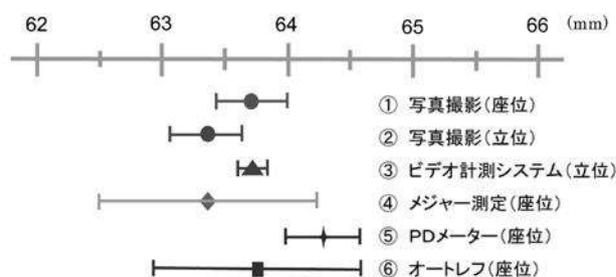

図2 両眼PDの測定結果の比較
④メジャーによる測定値のばらつきは、カメラや器械を用いた測定値(表1)に比べて、標準偏差の幅が大きく、測定者によって大きくばらついた。同じ被験者であるにもかかわらず、測定者によっては片眼PDが最大1.7mm、EP高さが最大3.7mmの差が認められた。各測定者の3回の計測値のばらつきは、経験の浅い学生では大きく、店舗経験者では小さくなり、経験によって計測値が安定する傾向が認められた。
そして、①～⑥の各方法による両眼PDの測定結果の平均および標準偏差を図2に示す。